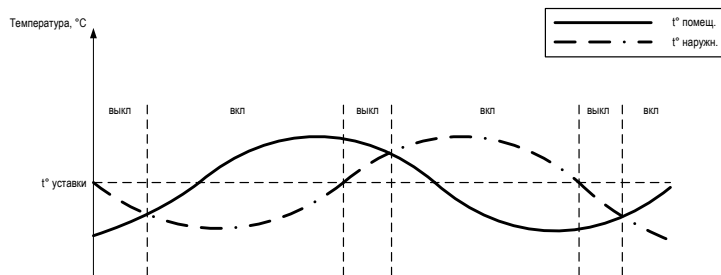

Рисунок 14 – Работа рекуператора в зависимости от соотношения температур наружного воздуха и воздуха в помещении
- Температура наружного воздуха выше уставки, и температура в помещении выше температуры наружного воздуха ИЛИ температура наружного воздуха ниже уставки, и температура в помещении ниже температуры наружного воздуха (см Рисунок 14)
- Температура наружного воздуха ниже уставки, и температура в помещении выше температуры наружного воздуха ИЛИ температура наружного воздуха выше уставки, и температура в помещении ниже температуры наружного воздуха (см. Рисунок 14)
- Температура наружного воздуха выше уставки, и температура в помещении выше температуры наружного воздуха ИЛИ температура наружного воздуха ниже уставки, и температура в помещении ниже температуры наружного воздуха (см. Рисунок 14)